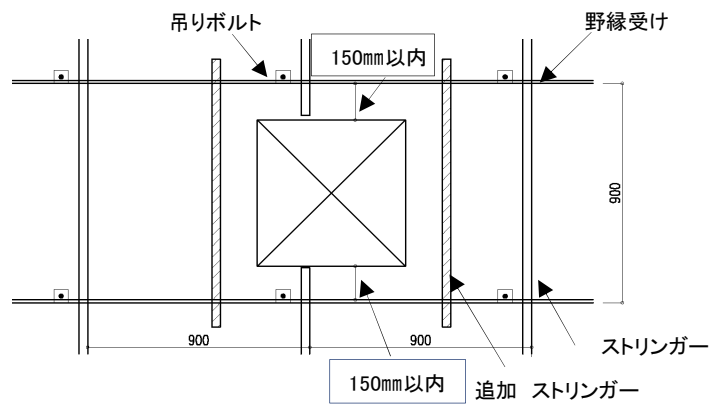

図 7-1 開口部の補強
- ・ 設備等の開口補強方法は下記による。（図7-1参照）
- 1) 照明器具等でストリンガーが切断される場合（図7-1参照）